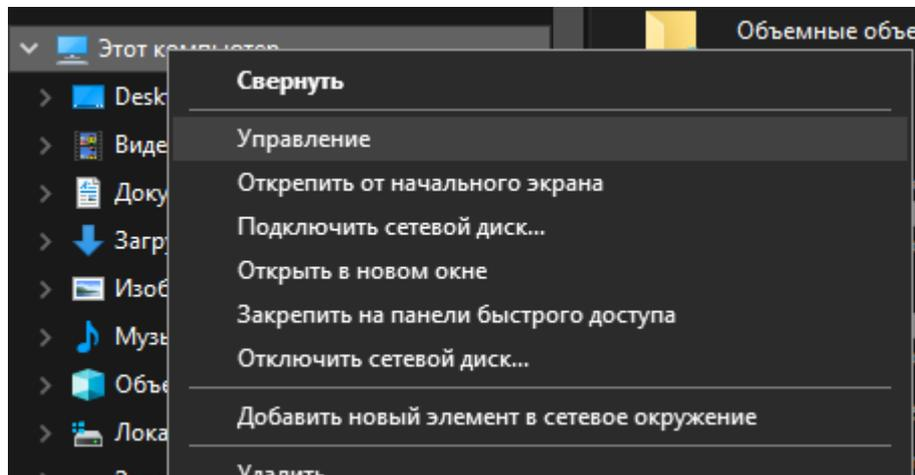
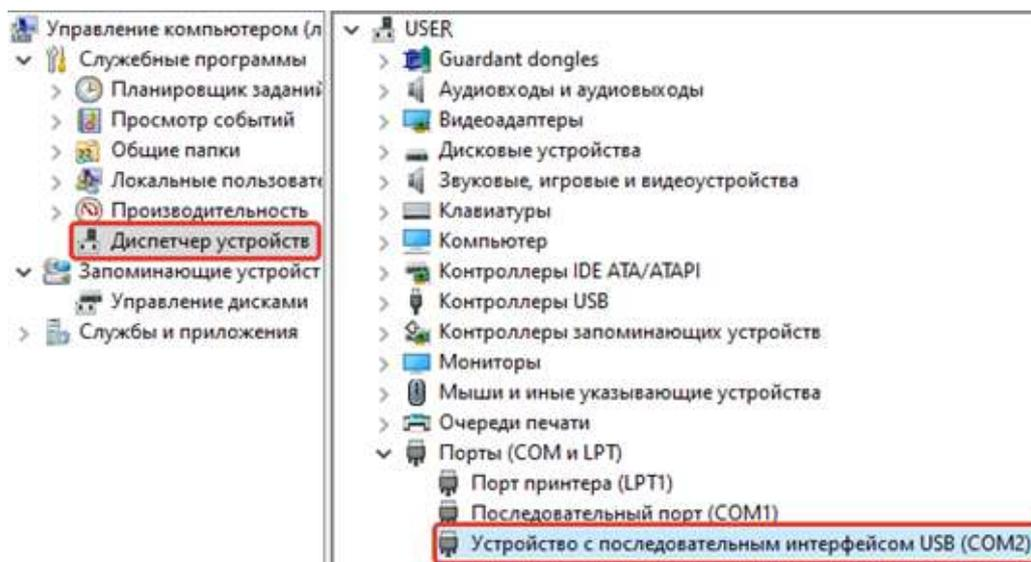

Рисунок 3 – Пункт «Управление» во вкладке «Этот компьютер»
Рисунок 4 – МИР-103М в списке COM-портов
3. Убедиться в том, что МИР-103М определился в операционной системе ПК виртуальным COM-портом. Для этого зайти в «Проводник», правой кнопкой мыши нажать на «**Этот компьютер**» и выбрать пункт «**Управление**» (см. рисунок 3). В открывшемся окне нажать на пункт «**Диспетчер устройств**», а затем найти в нем пункт «**Порты (COM и LPT)**» и щелкнуть по символу «>» рядом с его названием. В открывшемся списке отобразится COM-порт подключенного устройства (см. рисунок 4).